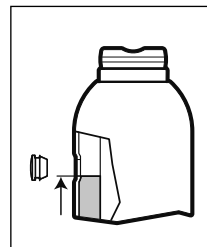
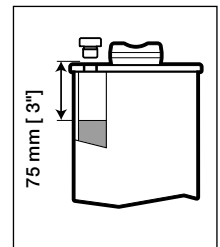

Fig. 6 - Oljestand, alle modeller bortsett fra GBJ-100
Fig. 7 - Oljestand, kun modell GBJ-100
3. Alle modeller bortsett fra GBJ-100: Fyll på til oljestanden er omtrent jevnt med den nedre kanten på påfyllingshullet. Se Fig. 6.
4. Kun modell GBJ-100: Fyll på til oljestanden er ca. 75 mm [3"] under påfyllingshullet. Se Fig. 7.
FORSIKTIG: IKKE FYLL PÅ FOR MYE! Med pressen helt inntrukket og jekken i oppreist stilling skal oljestanden ikke være høyere enn vist i Fig. 6 eller Fig. 7 (etter hvilken jekkmøddell du har).